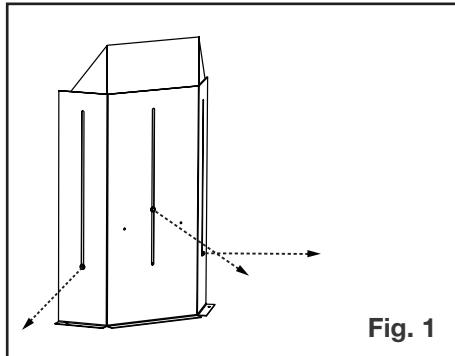

Fig. 1
1. Dévissez les attaches sur l'ensemble de protection de ventilation. NE PAS DISCARDER LES ATTACHES (**Fig. 1**).